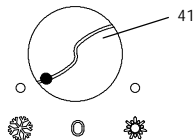

fig. 5.3
- 7 Avviare la caldaia posizionando il commutatore di funzione (41) come in fig. 5.3.